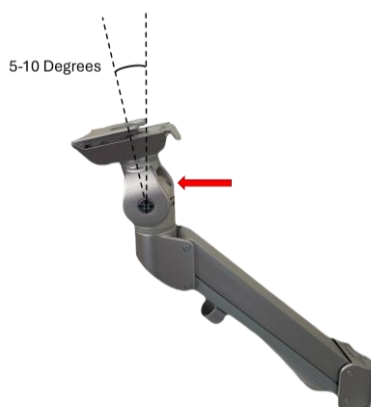

Figure 7 - Ajuster l'orientation du connecteur VESA
2. **Ajustez l'orientation du connecteur VESA** comme indiqué dans la Figure 7 en desserrant le boulon (indiqué par la flèche) à l'aide de la clé hexagonale fournie dans l'emballage. Modifiez l'orientation de manière à ce qu'elle soit comprise entre 5 et 10 degrés, comme indiqué dans la Figure 7, puis resserrez la vis.